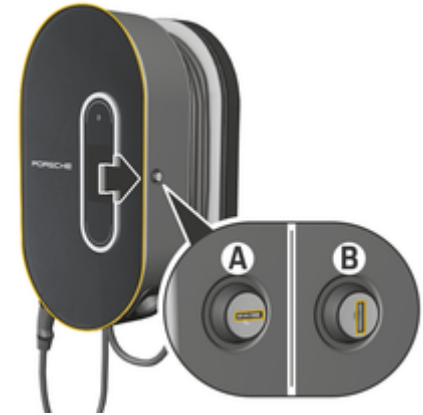

Fig. 128: Estação de carga
- ▶ Rode a fechadura para a posição **A** (Fig. 128).
- ▶ Rode a fechadura para a posição **B** (Fig. 128).